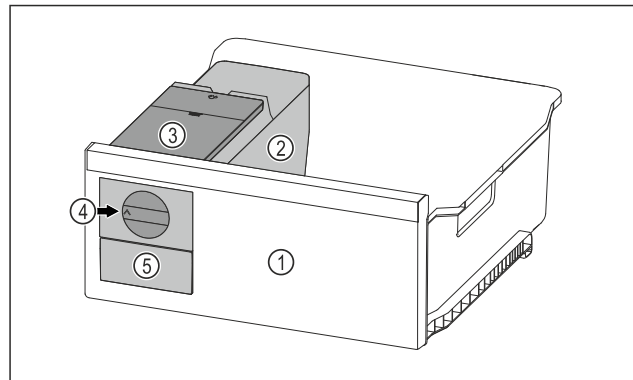

Fig. 109 Примерное изображение
- ▶ Поверните поворотную кнопку Fig. 109 (4) по часовой стрелке до упора.
- ▶ Кубики льда упадут из ванночки для кубиков льда в выдвижной ящик для кубиков льда Fig. 109 (5). Если не все кубики льда извлекаются из ванночки для кубиков льда: